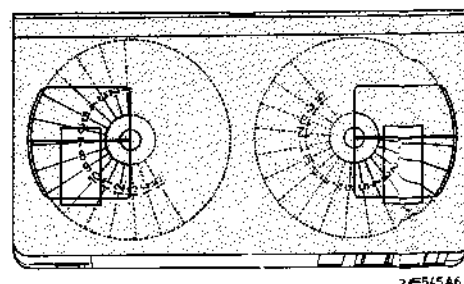

Fig. 2-2-2
- Auf die Oberseite der beiden Spulen F_a vier kleben (Mittelpunkt freilassen), siehe Bild 2-2-2.
- Dann das Band 15 Male um 1 cm verlagern und folgende Linien und Ziffern anordnen (Bild 2-2-2).